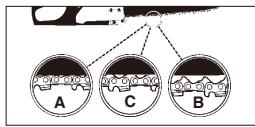

Fig. 5
FORSIKTIG: Hvis motorsagen er FOR LØS eller FOR STRAM, vil slitasjen øke på tannhjulet, skinnen, kjeden og veivaksellagrene. Studer Fig. 5 for informasjon om riktig kaldspenninng (A), korrekt varmuspenninng (B), og som en veileding for når sagkjeden må justeres (C).